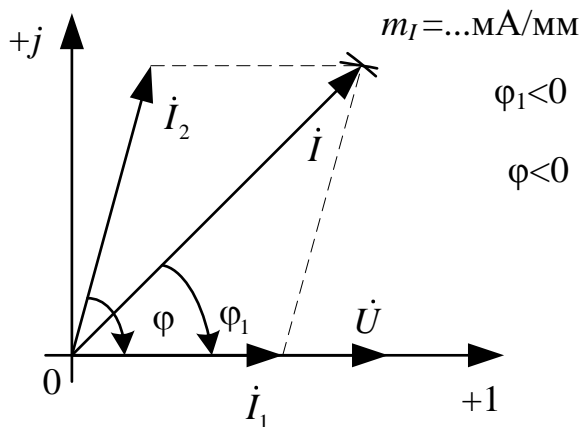

Рис. 3.4
1.6. По данным табл. 3.1 построить лучевую диаграмму токов. Пример лучевой диаграммы токов приведен на рис. 3.4.